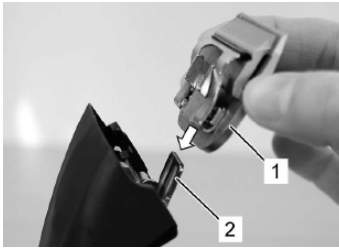

Fig. 15
6. Monter det foretrukne skærehovedet på bladhængslet og vip det på plads på den tændte klipper med et let tryk (fig. 15, 16, 17).